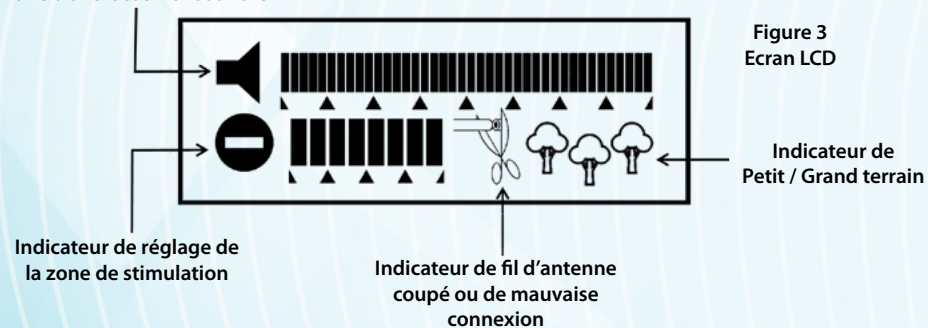

Figure 3
- un pictogramme clignote sur l'écran (cf. Fig. 3)